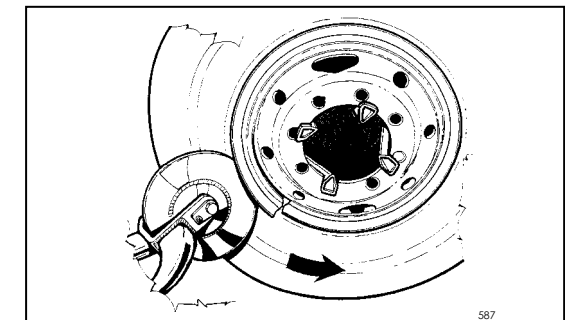

Fig.40
4. To remove the lock ring, squeeze one edge with the proper bar and place the bead breaker disc as shown in Fig.40.
4. Pour enlever la bague élastique de blocage, soulever une extrémité à l'aide du levier soulève-talons et y insérer le disque détalonneur comme le montre la Fig.40.
4. Zum Ablösen des Sprengrings ein Ende mit dem Montiereisen anheben und die Abdrückscheibe dazwischen schieben wie in Abb.40 gezeigt.